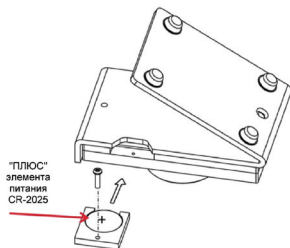

Рис.1. Установка элемента питания и монтаж панели.
- 3.2. Установите элемент питания CR2025 в контейнер и установите контейнер в панель соблюдая полярность (Рис.1.). Закрепите контейнер в панели при помощи винта.